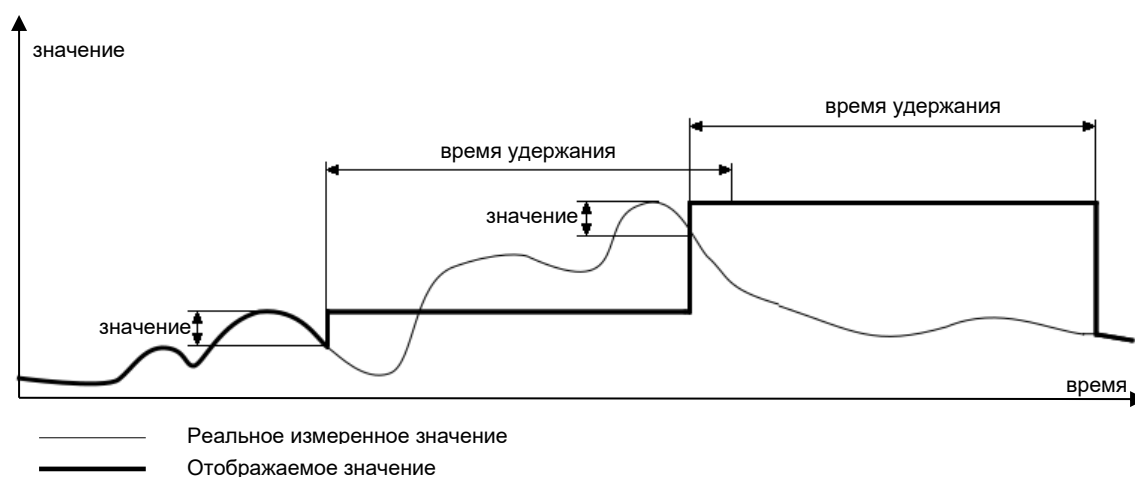

Рисунок 2.51
2.17.2.6 **«Фильтр: пиковый детектор»** – значение соответствует функции фильтра значения логического канала, которая позволяет обнаруживать и визуализировать пиковые значения измеряемого сигнала. Обнаружение пиков возможно, если значение измеряемого сигнала увеличивается, а затем уменьшается (или наоборот) на величину, заданную пользователем. После этого зафиксированное пиковое значение может сохраняться в течение установленного пользователем промежутка времени. Если в течение этого времени РМТ 79 обнаруживает новый пик, его значение обновляется, а отсчет времени удержания запускается заново. В случае истечения заданного времени и отсутствия обнаружения нового пика, РМТ 79 переходит к отображению текущего значения измеряемого сигнала (см. рисунок 2.51).